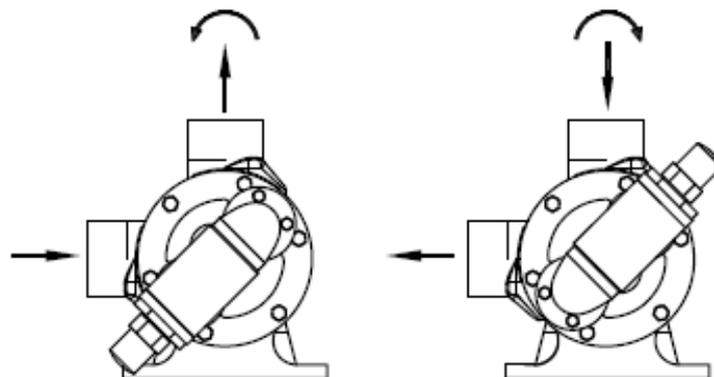

Abbildung 15. Drehrichtungen der Welle im Uhrzeigersinn/gegen den Uhrzeigersinn
- CHEMPROJEKT-Pumpen können in entgegengesetzter Richtung betrieben werden. Im Falle eines Bypasses sollte die Richtung des Bypasses ebenfalls umgekehrt werden, wenn die Pumpe in umgekehrter Richtung arbeitet. (Siehe **Abbildung 15.**)